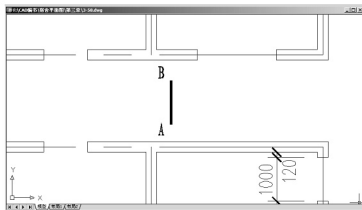

图 3.65 绘制门扇
(2) 绘制门扇: 单击 **【绘图】** 工具栏上的 **【多段线】** 图标  或在命令行输入“PL”并按 Enter 键, 启动绘制多段线命令。
① 在指定起点: 提示下, 在屏幕上任意单击一点作为多段线的起点。
② 在当前线宽为 0.0000, 指定下一个点或 **【圆弧 (A)/ 半宽 (H)/ 长度 (L)/ 放弃 (U)/ 宽度 (W)】**: 提示下, 输入“W”后按 Enter 键。
③ 在指定起点宽度 <0.0000>: 提示下, 输入“50”。
④ 在指定端点宽度 <0.0000>: 提示下, 输入“50”, 这样就将线宽改为 50mm。按 F8 键打开 **【正交】** 功能。
⑤ 在指定下一点或 **【圆弧 (A)/ 闭合 (C)/ 半宽 (H)/ 长度 (L)/ 放弃 (U)/ 宽度 (W)】**: 提示下, 将光标垂直向上拖动, 输入“1000”后按 Enter 键结束命令, 结果如图 3.65 所示。